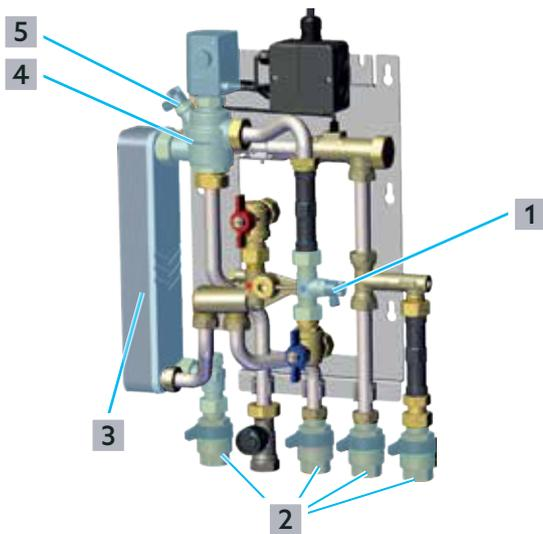

Fig. 19: Démontage et nettoyage de l'échangeur de chaleur
Raccorder un tuyau flexible au robinet de vidange ((1) sur la Fig. 19 en page 29) dans le circuit primaire pour faciliter l'écoulement de l'eau dans un récipient.